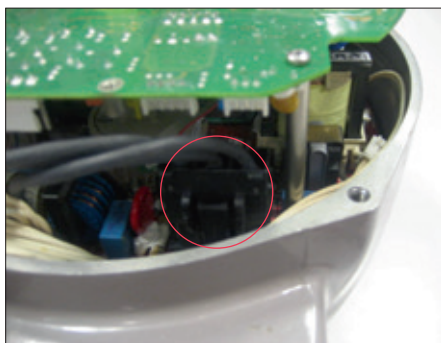

Figura 41
- Rimuovere il cavo dell'alimentazione a 3 fili dalla scheda di alimentazione (Figura 41).